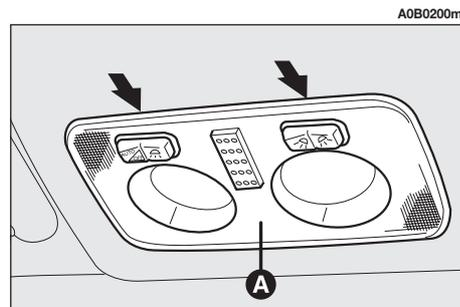

fig. 53
– Estrarre la plafoniera (**A**-fig. 53) facendo leva nei punti indicati dalle frecce.